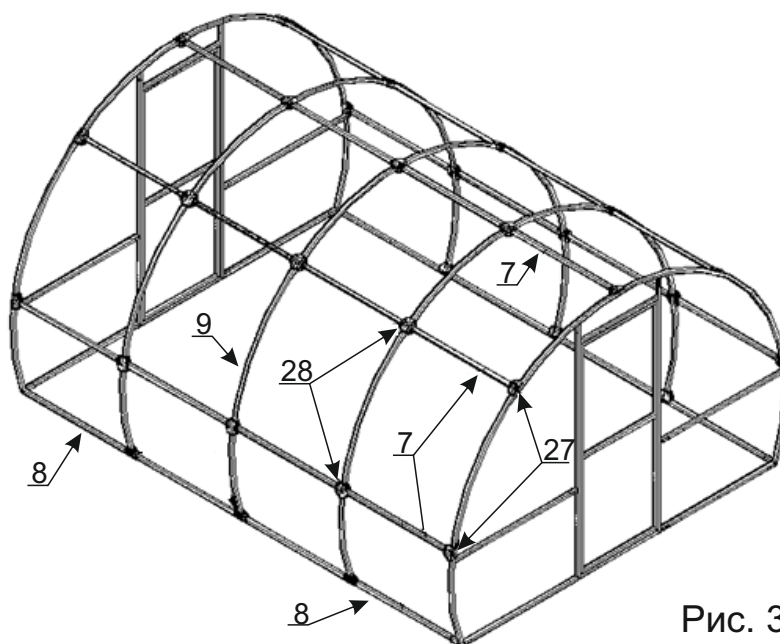

Рис. 3
2. Сборку каркаса теплицы длиной 4 м производить по схеме на рис. 3.